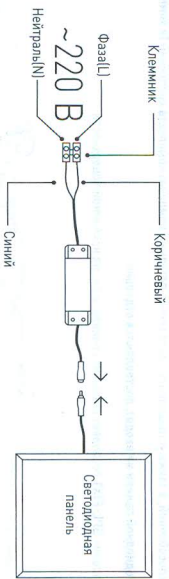

Рис.1. Схема подключения светодиодной панели к сети 220В.
- либо к проводу источника питания с помощью внешнего клеммника (в комплект не входит) в соответствии со схемой, изображенной на рис.1;
3.4.3 Далее необходимо соединить соответствующие разъемы источника питания и провода питания панели, см. рис.1